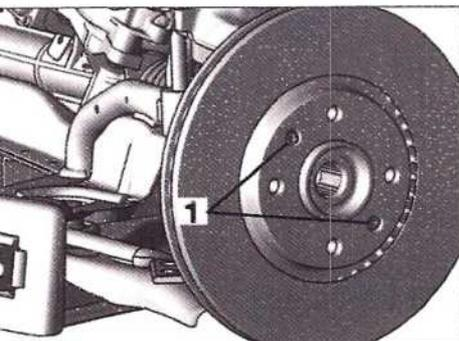

FIG.5
Desmontar los tornillos (1) y el disco (Fig.5).